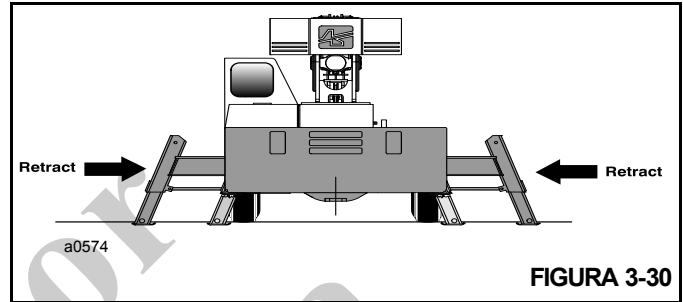

FIGURA 3-30
3. Oprima la parte inferior del interruptor de extensión/retracción (2).
4. Presione el pedal acelerador para aumentar la velocidad del motor, lo cual acelerará el movimiento hacia adentro de los estabilizadores (Figura 3-30). Suelte el pedal acelerador y el interruptor cuando los estabilizadores estén completamente retraídos.